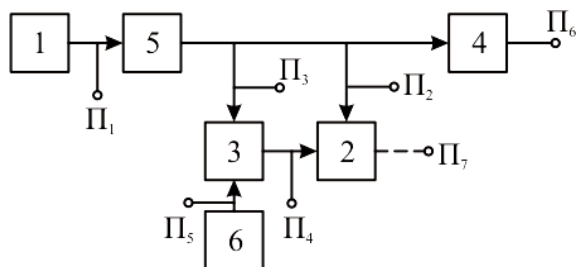

Рисунок 7.12 – Функциональная схема стабилизатора напряжения
**Задача 34.** Основными функциональными элементами стабилизатора постоянного напряжения (рисунок 7.12) являются: выпрямитель (1), регулирующий элемент (2), управляющий элемент (3), нагрузка (4), гасящее сопротивление (5), источник эталонного напряжения (6). Предусматривается проведение 6 тестовых проверок для оценки